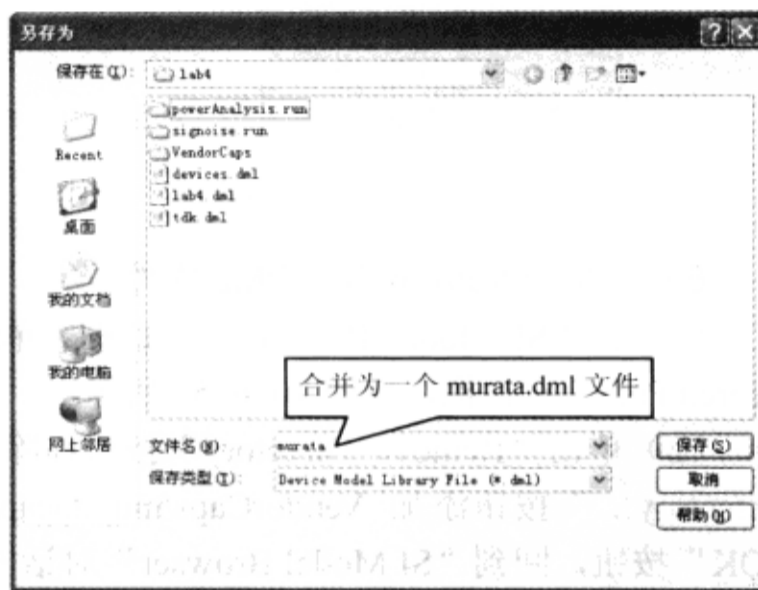

图 10-6-60 合并为一个 DML 文件
(4) 在“DML Library Management”对话框中单击“Merge Libs”按钮，弹出“另存为”对话框，在“文件名(N)”栏中输入“murata”→单击“保存(S)”按钮，弹出 Allegro PCB PI option XL 提示窗口→按“Enter”键，如图 10-6-60 和图 10-6-61 所示。